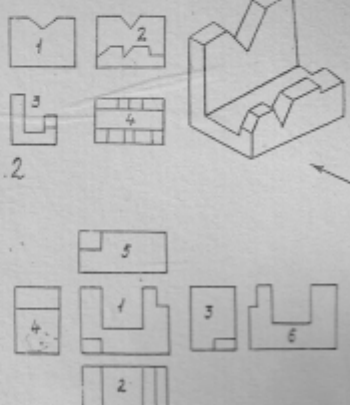

Рис. 3
4. Укажите название вида, обозначенного цифрой 4 на рис. 3.